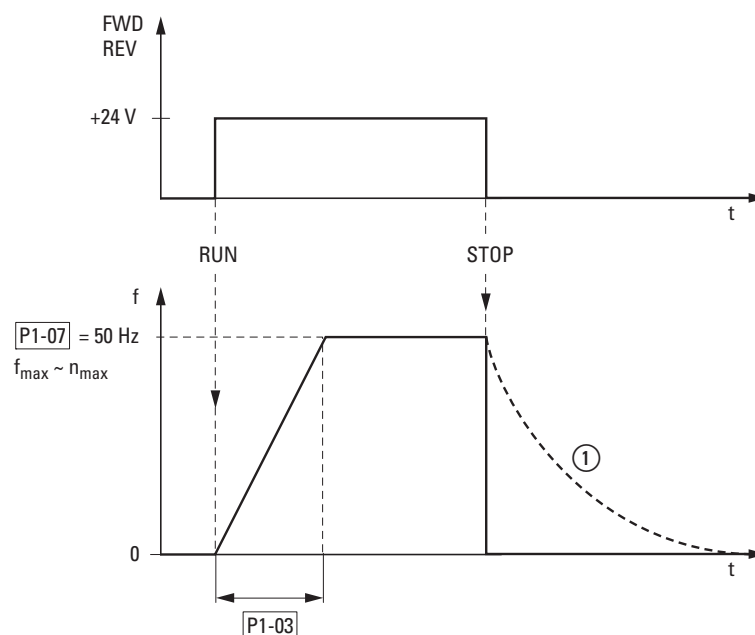

Рисунок 48: Последовательность команд запуска-остановки с максимальным заданным значением напряжения
График процесса при включении сигнала запуска (FWD/REV) и подаче максимального напряжения заданной точки (+10 В) изображен на (Рис. 48). Скорость вращения двигателя следует за частотой на выходе в зависимости от нагрузки и момента инерции (скольжения) от 0 до n_{max} .
При отключении сигнала запуска (FWD/REV) происходит немедленная остановка преобразователя (STOP). В двигателе начинается неконтролируемый процесс остановки (см. ① на Рис. 48). Продолжительность ускорения задается параметром P1-03.